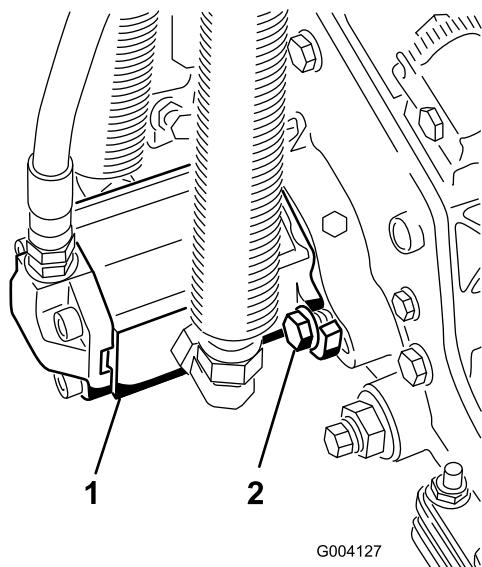

**Figura 12**
12. Prenda a corrente do braço de elevação ao suporte da corrente com o pino de encaixe (Figura 12). Utilize o número de elos da corrente conforme descrito no *Manual do utilizador* da unidade de corte.